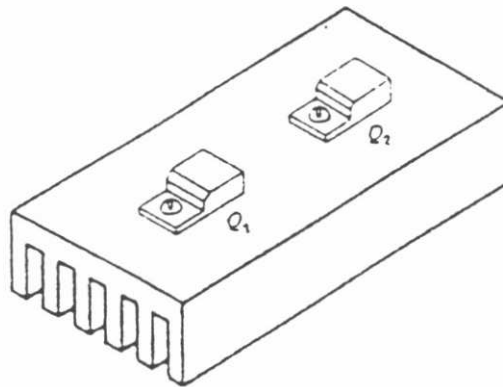

Figura 1
La figura 1 representa dos dispositivos Q_1 y Q_2 idénticos montados sobre el mismo disipador. Los dispositivos presentan las siguientes características térmicas:
- 1) Dibuja el modelo térmico estático para el sistema de la figura 1.